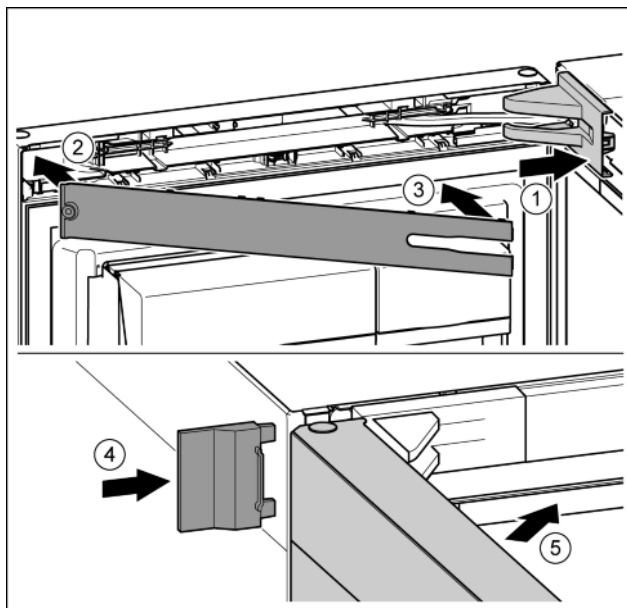

Fig. 21
- ▶ Крышку опорного кронштейна установить и зафиксировать, при необходимости, осторожно разжать. Fig. 21 (1)
- ▶ Установить накладку. Fig. 21 (2)
- ▶ Наклонить и защелкнуть накладку. Fig. 21 (3)
- ▶ Надвинуть внешнюю крышку. Fig. 21 (4)
- ▶ Закрыть верхнюю дверь. Fig. 21 (5)